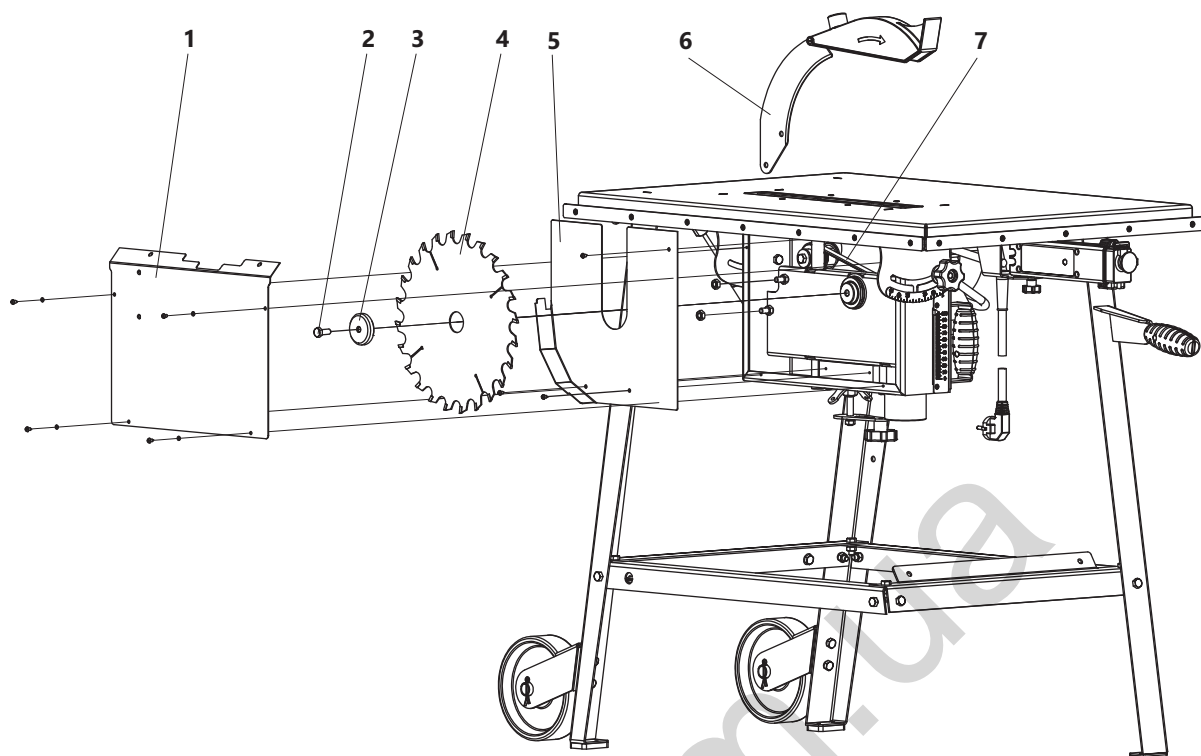

Рисунок 11. Установка приводного ремня
- снять кожух 5 (рис. 11);
8.2 Замена приводного ремня (рис. 11)